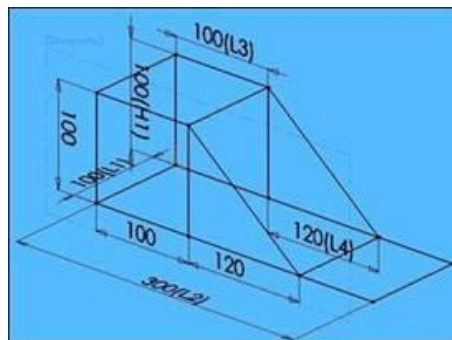

Рисунок 7.4 – Готовий ескіз
7. Проведіть горизонтальні лінії, що з'єднують ескізи площині «Front» і Площини 3 (рис. 7.4).